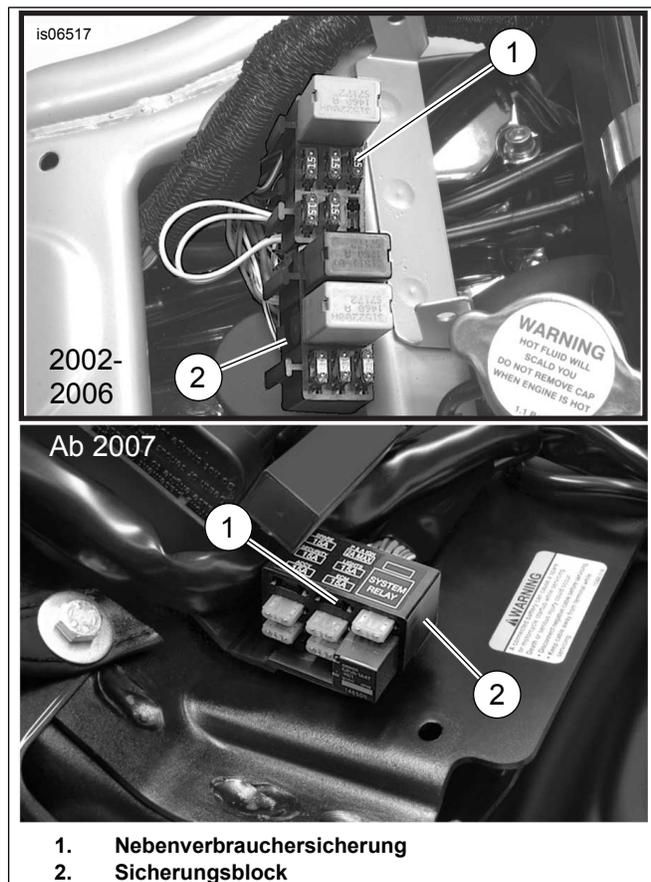

Abbildung 15. Einbauorte der Nebenverbrauersicherungen (V-Rod-Modelle)
- Siehe Abbildung 15. Einen Bereich der Hauptkabelbaumhülle in der Nähe des Sicherungsblocks (2) an einer zugänglichen Stelle behutsam aufschlitzen und das orange/weiße Kabel des Hauptkabelbaums durchschneiden, das zum Sicherungshohlraum (1) mit folgender Bezeichnung führt: